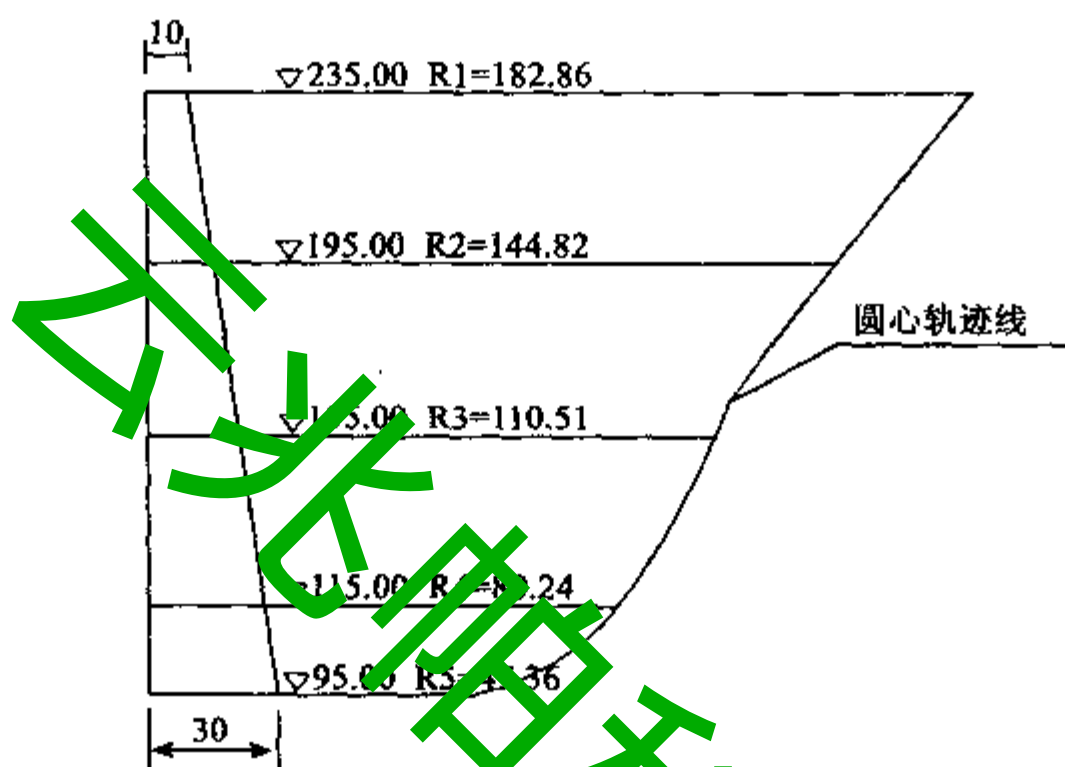

图 5-17 拱冠梁剖面(单位:m)
(1) 在坝址地形图上,确定基岩的可利用等高线及河谷对称中心线。
(2) 拟定拱冠梁剖面,可以采用单曲率拱冠梁剖面型式,对拱冠梁剖面进行分层,确定各层拱圈的高程及厚度,如图 5-17 所示。
1) 绘制出拱冠梁处的圆心轨迹线, 其圆心轨迹线应平顺、光滑, 见图 5-17。